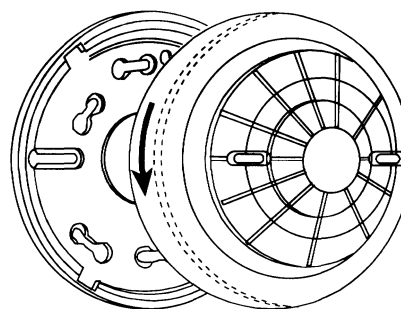

Figur 1. Magnetkontaktens sändardel
1. Skruva bort skruven i sändardelens lock (se figur 1) och lyft av locket.